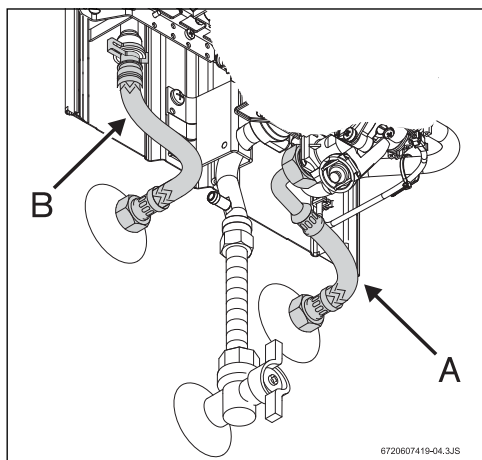

Fig. 12 Raccordement d'eau
- ▶ Marquer les tuyaux d'eau froide (fig. 12, pos. A) et d'eau chaude (fig. 12, pos. B) de manière appropriée afin de ne pas les intervertir.